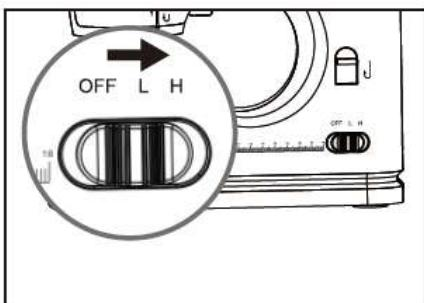

Abb. 13
6. Stellen Sie den Ein/Ausschalter auf die Position „L“ (niedrige Geschwindigkeit) oder „H“ (hohe Geschwindigkeit). Die Maschine beginnt dann, automatisch zu nähen. Wir empfehlen für Ungeübte die niedrige Geschwindigkeit (Abb. 13).